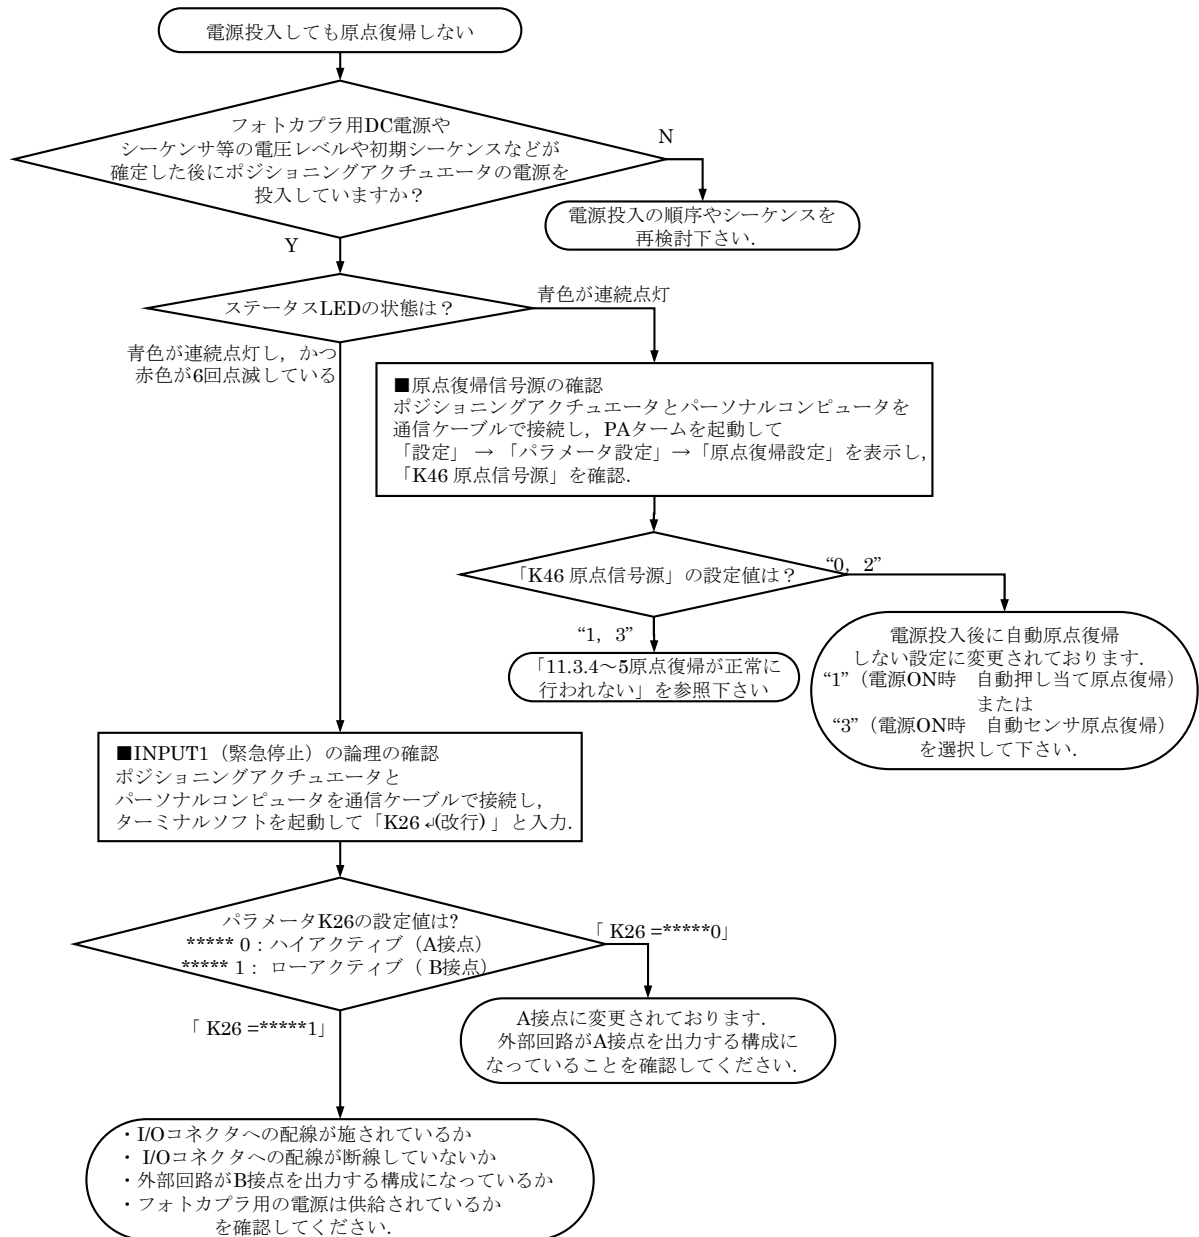

図 11.6 電源投入後に原点復帰が行われない場合の確認フロー
- 電源を投入しても原点復帰が行われない場合は、図 11.6 に示すフローに従い原因を確認してください。